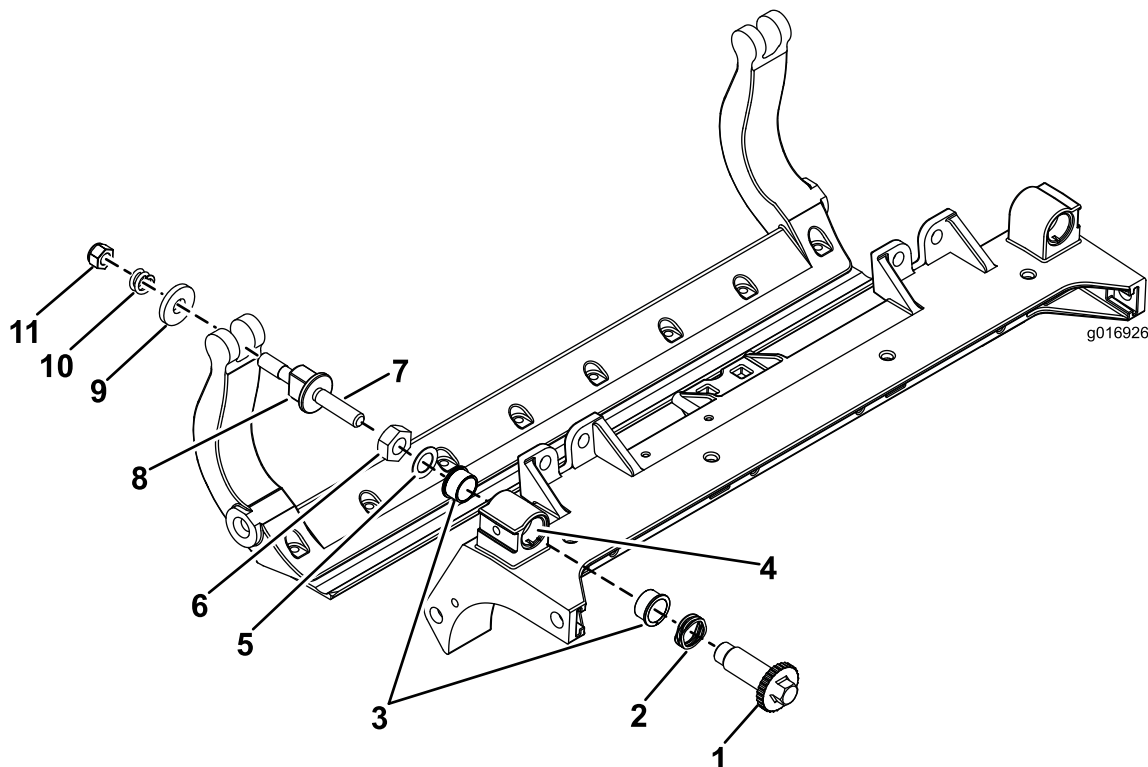

Figura 33
1. Retire todas as peças (consulte as *Instruções de instalação* do Kit DPA HD Modelo n.º 120–7230 e Figura 33).
2. Aplique Never Seize no interior da área dos casquilhos na estrutura central da unidade de corte (Figura 33).
3. Alinhe as chaves nos casquilhos das flanges com as ranhuras na estrutura e instale os casquilhos (Figura 33).
4. Instale uma anilha ondulada no veio do ajustador e deslize o veio do ajustador para os casquilhos da flange na estrutura da unidade de corte (Figura 33).
5. Prenda o veio ajustador com uma anilha plana e porca de bloqueio (Figura 33). Aperte a porca de bloqueio com 20 a 27 Nm.
9. Fixe a barra de apoio a cada um dos lados da placa lateral com as cavilhas (porcas flangeadas nas cavilhas) e com as 6 arruelas. Deve colocar uma anilha de nylon em cada um dos lados da placa lateral. Coloque uma arruela de aço no exterior de cada uma das arruelas de nylon (Figura 33). Aperte os parafusos com 27-45 Nm. Aperte as porcas até que a anilha de aço exterior pare de rodar e a folga seja removida, mas não aperte em demasiado nem desvie as placas laterais. As arruelas podem ter uma folga interna (Figura 33).
10. Aperte a porca em cada conjunto de ajustador da barra de apoio até que a mola de compressão esteja totalmente comprimida e, em seguida, desaperte a porca 1/2 volta (Figura 33).